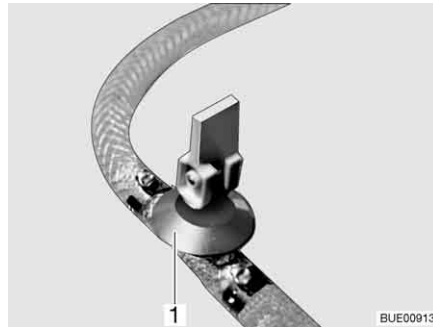

Bild 217 Ablasshahn
- Ablasshahn/Ablasshähne schließen. Dazu den Kipphebel (Bild 217,1) waagrecht stellen.
- Ablasshahn/Ablasshähne (Bild 217) öffnen. Dazu den Kipphebel (Bild 217,1) senkrecht stellen. Der Boiler wird nach außen entleert.